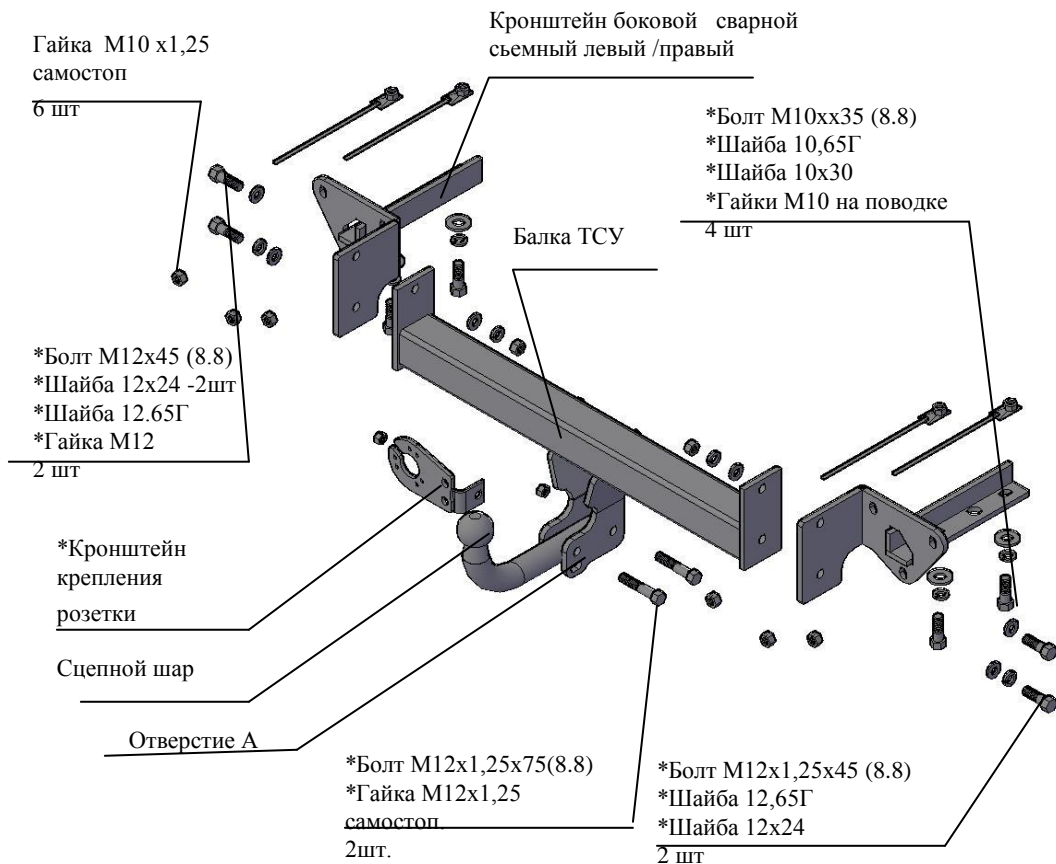

Рис.1 Тягово-сцепное устройство 8500 .
2.1 ТСУ 8500. в сборе (рис.1)	1 шт.
2.2 Пакет с комплектующими (см. рис.1)	1 шт.
4.2 Установить боковые сварные съемные кронштейны в лонжероны а/м (правый и левый соответственно рис.1), закрепить болтами М10х35, подложив под головки болтов шайбы 10.65Г и шайбы 10х30, используя гайки М10 на поводках, а к фартуку а/м закрепить гайками М10х1,25 самостоп, используя болты штатные. Крепеж не затягивать.